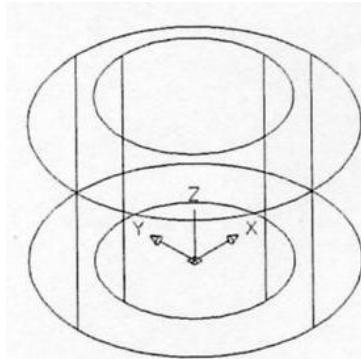

图 11-30 绘制两个圆柱体
2、按 Enter 键，绘制完成圆柱体。按照同样的道理，以坐标原点为底面中心点，绘制底面半径为 30，高为 60 的圆柱体，效果如图 11-30 所示。